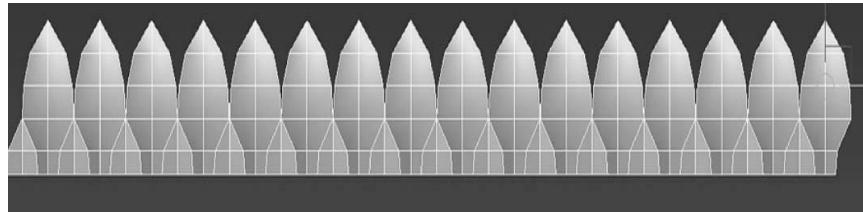

图 4-42 执行“附加”命令的结果
3) 复制步骤2)所得片体，数目设为15，并将复制所得的15块片体与原片体执行“附加”命令，结果如图4-42所示。